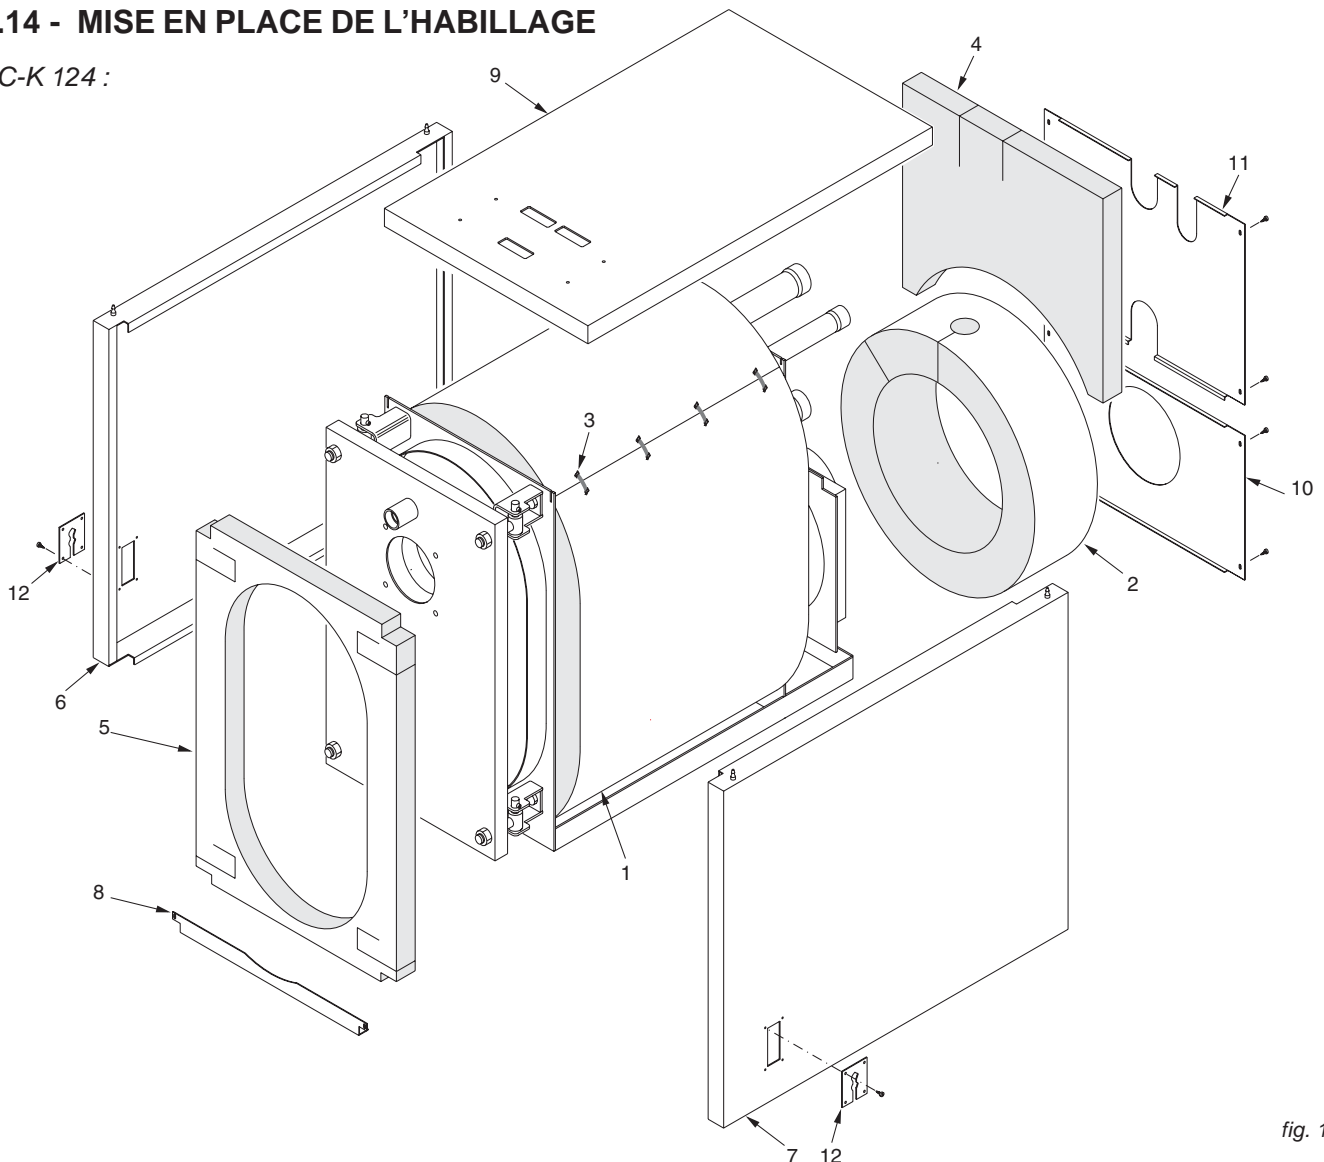

fig. 18
**N.B.** Pour les modèles compris entre les **XC-K 124** et **XC-K 400** (voir les fig. 18 et 19), les panneaux de l'habillage et le manteau isolant de la chaudière sont contenus dans 1 unique carton marqué :
#### Séquences de montage (voir fig. 18 et 21) :